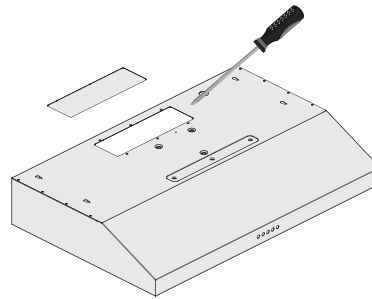

Figure 5
- Si vous choisissez l'option de ventilation extérieure, selon l'option de ventilation extérieure choisie (Voir Page 10), sortez le panneau d'acier soit sur le haut ou à l'arrière de la hotte. (Voir figure 5)